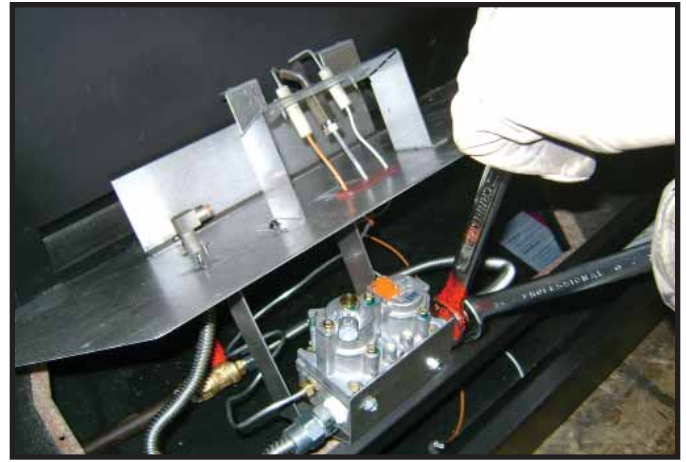

Figure 16.7 Débranchez le robinet de gaz
3. Mettez le support du robinet sur la lèvre avant du fond de la chambre de combustion. Mettez le robinet à boisseau sphérique sur "off" (arrêt). Débranchez le robinet de gaz de l'ensemble du robinet à boisseau sphérique du flexible de gaz au raccord de pression. Voir la Figure 16.7.